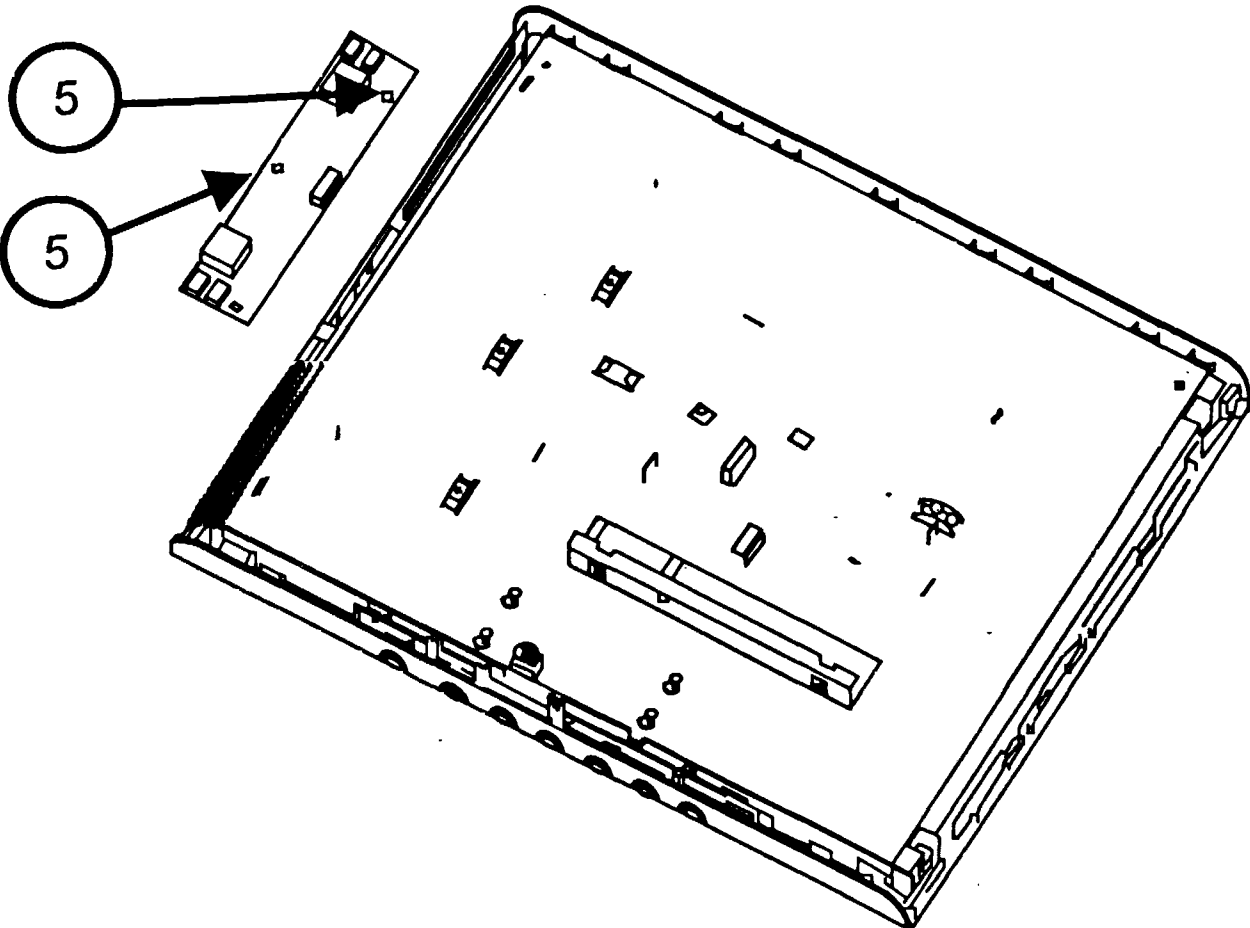

Рис. 2.4
6. Выкручивают два винта 5 (рис. 2.4) и снимают плату инвертора.